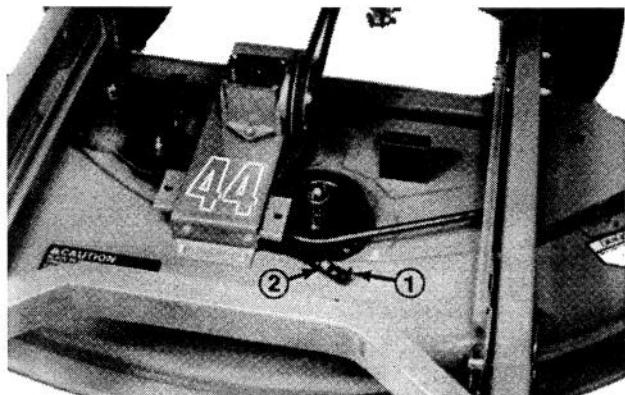

Bild 11
2. Die Mutter entfernen, die den Federanker an der Sechskantschraube im Gehäuse absichert (Bild 11). Den Anker von der Sechskantschraube abheben und zum Verstärken der Riemenspannung ziehen. Die korrekte Riemenspannung wird bei Ansatz von 13-18 kg Kraft auf die Feder realisiert.